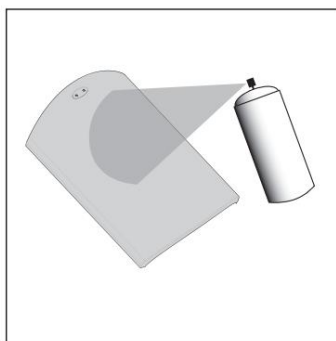

FIGURA 9: Vopsirea grilajului. Aplicați straturi subțiri de vopsea spray. Nu înfundati găurile cu vopsea.
2. Aplicați două straturi subțiri de vopsea spray de finisare [Figura 9]. Dacă folosiți un pistol de pulverizare, alegeți cea mai fină și difuză setare. Aveți grijă să nu blocați găurile grilei cu vopsea.